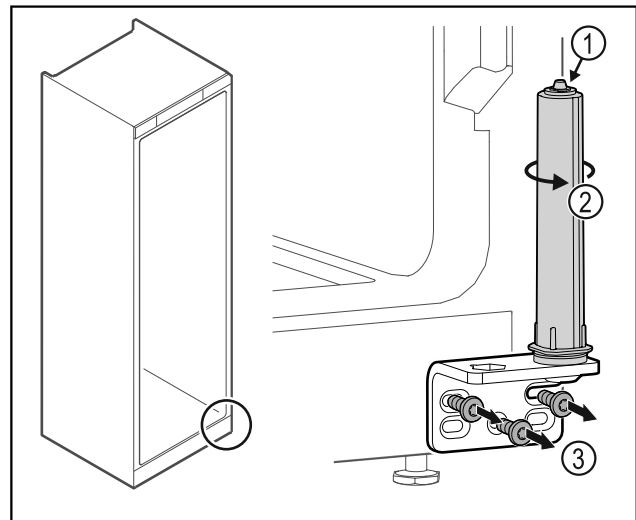

Fig. 31
- ▶ Türschließsystem Fig. 31 (1) nicht zerlegen.
- ▶ Schließsystem Fig. 31 (2) drehen, bis es klickt.
- ▶ Scharnierwinkel abschrauben Fig. 31 (3).